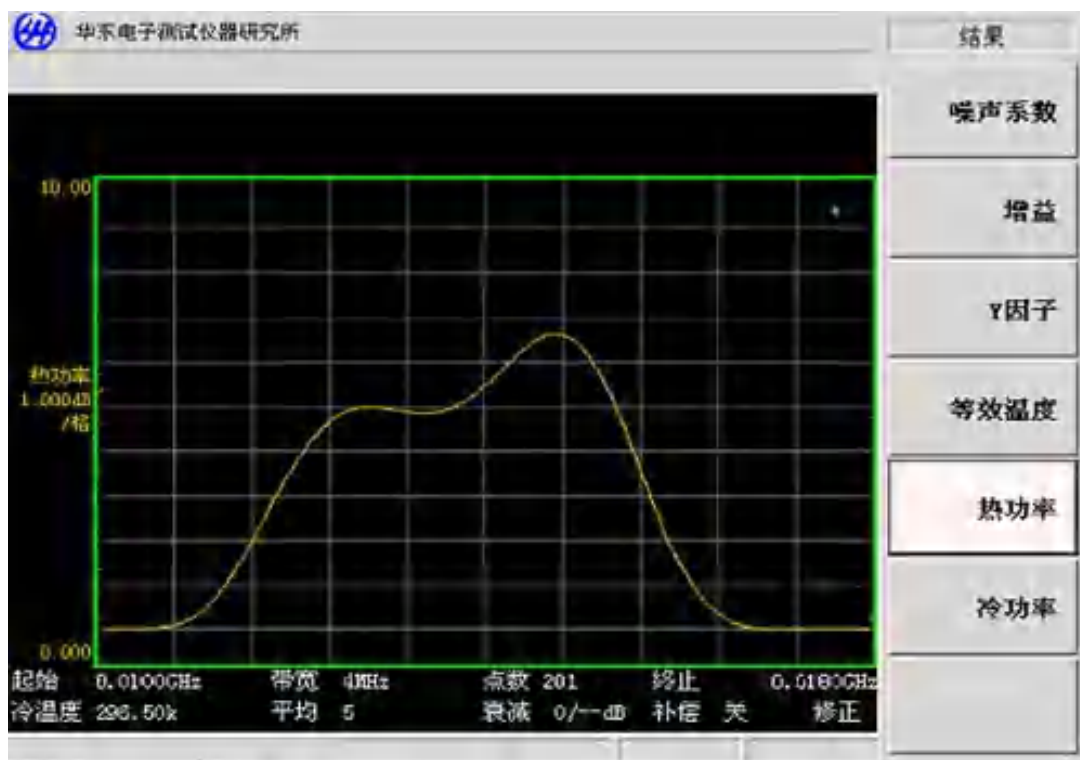

图 10-3 典型 4MHz 带宽滤波器形状
- 15) 得到测量的 Phot 值和执行计算之前, 请确认显示的滤波器形状接近于图 10-3 所示波形。